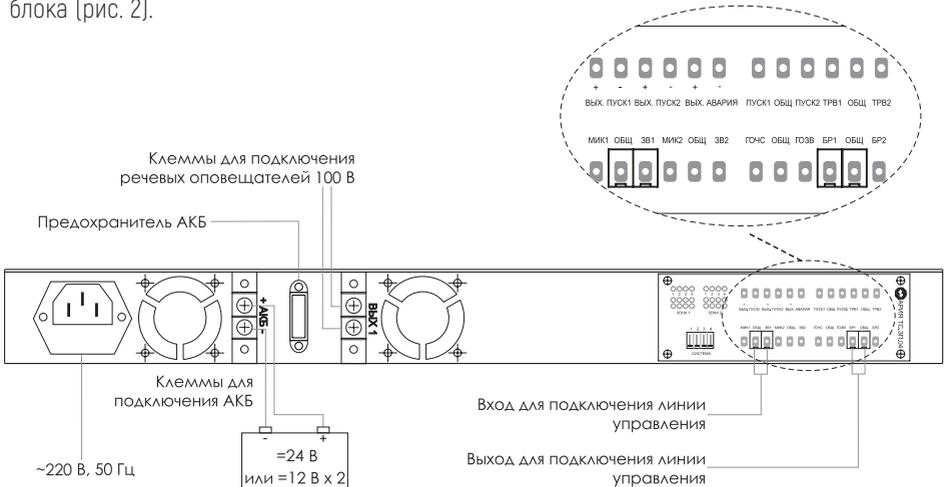

Рис. 2. Задняя панель блока расширения АРИЯ-ТС-БР-РМ-120
**На задней панели изделия размещены** (рис. 2, с. 8; рис. 21, с. 18):
Клеммные колодки для подключения оборудования расположены на задней панели блока (рис. 2).
Программирование алгоритма работы сообщений осуществляется при помощи переключателей «Система», расположенных на задней панели блока расширения (рис. 2, 21).